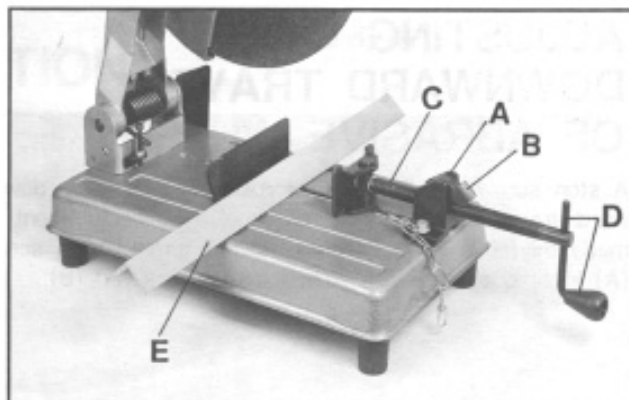

Fig. 10
1. Soulever la came (A) FIG.10 pour que le demi-écrou (B) soit séparé de la vis sans fin (C).
2. Tirer sur la poignée (D) FIG.10, suffisamment pour permettre de placer la pièce à couper. Le déplacement de la partie mobile de l'étau s'effectue en poussant ou en tirant sur la poignée (D) lorsque la came (A) est en position relevée.